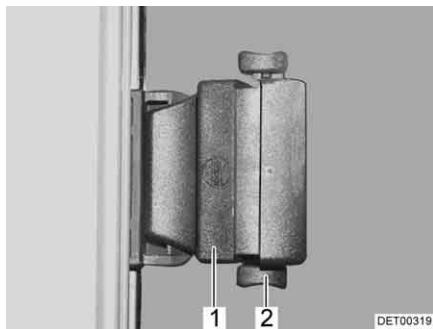

Fig. 102 Fenêtre coulissante avec verrouillage poussoir
- Ouvrir le dispositif de verrouillage (Fig. 102,2).
- Appuyer sur la poignée (Fig. 102,1) et la pousser simultanément vers l'avant ou l'arrière.